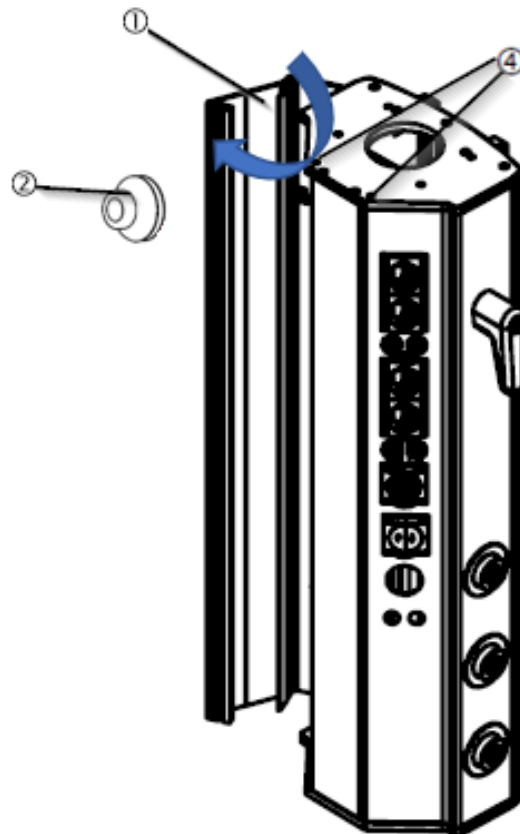

Abb. 12 Öffnen der Abdeckungen des Servicekopfes.
- Die Deckenblende (3) wird später bündig mit der Decke montiert und verdeckt die Gegenplatte (4). Siehe Abbildung 12.
- Öffnen Sie eine der seitlichen Abdeckungen des Servicekopfes (1), indem Sie die Zylinderschrauben M4x16 (4) oben und unten entfernen. Nun kann die seitliche Abdeckung wie in Abbildung 12 gezeigt geöffnet werden, sodass das Innere des Servicekopfes sichtbar wird.